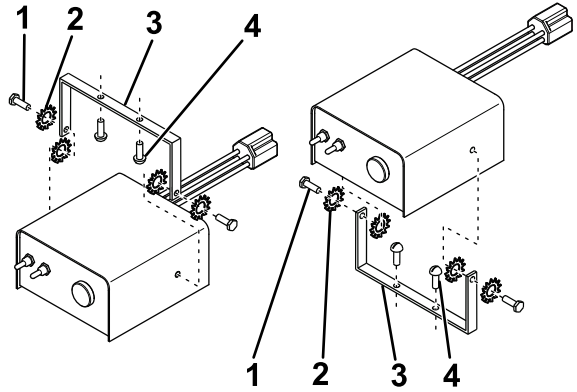

图 15
1. 使用 2 个钣金螺丝将安装支架连接到车辆图 15。
2. 如图 15 所示用 4 个星形垫圈和 2 个螺栓 $\frac{1}{4}$ 英寸将控制器安装至安装支架。